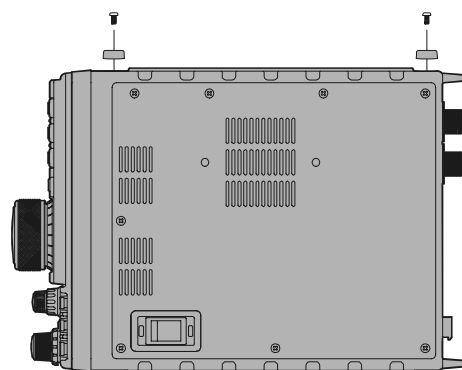

図 2
2. FT-897D 側面にある “ゴム足 (合計 4 個)” を外します (図 2 参照)。